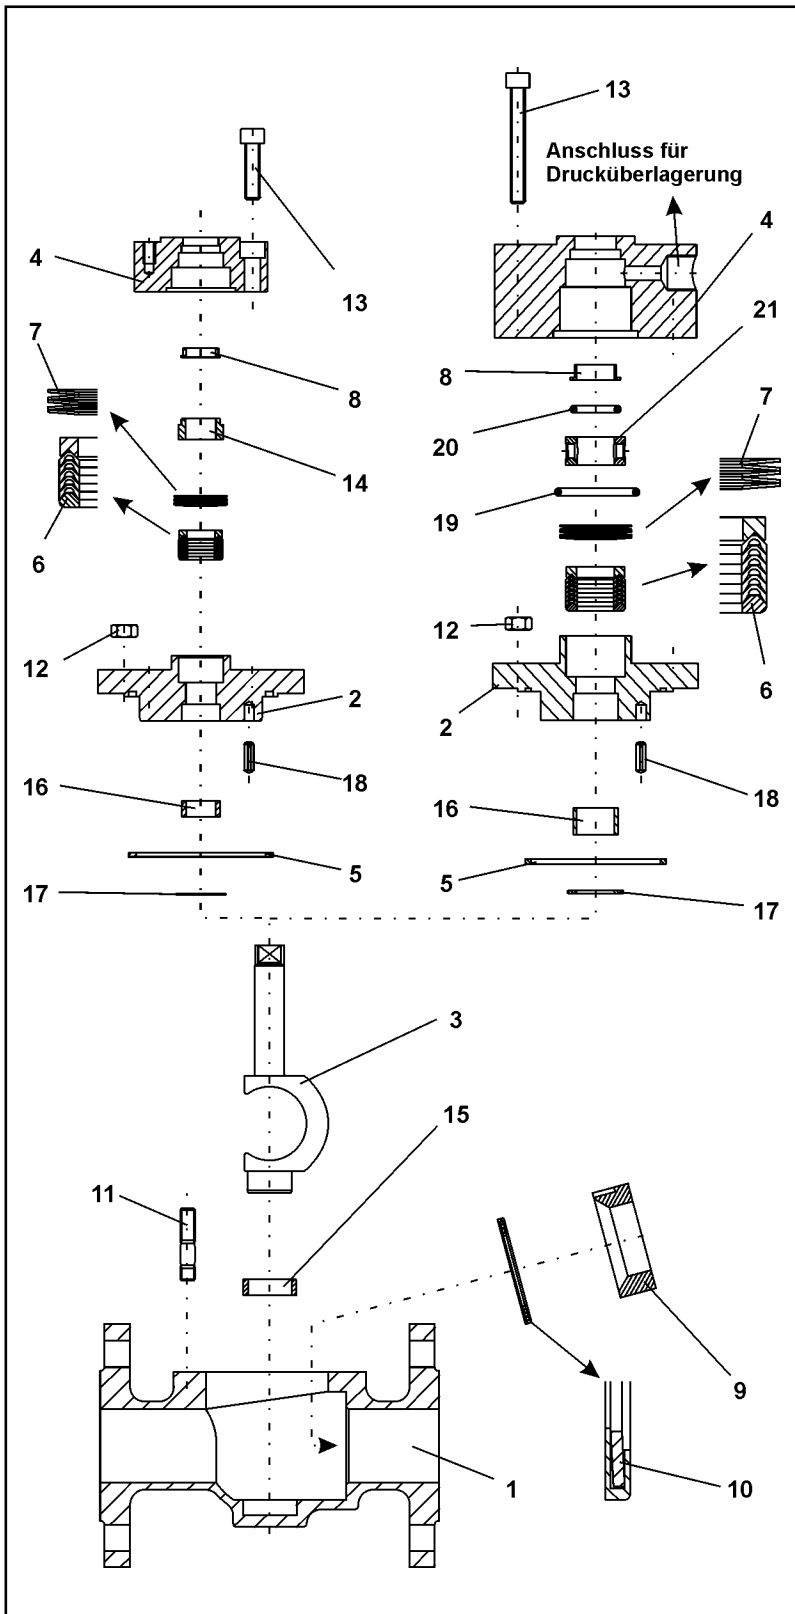

Bild 3 - Explosionszeichnung des Drehkegelventils BR 23a
**Hinweis:** Die in der Explosionszeichnung ( Bild 3 ) dargestellte Lage und Anordnung der Einzelteile ist bei der Montage einzuhalten.
Die Tellerfeder ( 10 ) wird von oben in das Gehäuse ( 1 ) an die entsprechende Stelle eingelegt. Die Lage der Tellerfeder ist der Explosionszeichnung ( Bild 3 ) zu entnehmen.
Die Dachmanschettenpackung ( 6 ) wird mit einer leicht drehenden Bewegung über den Kugelschaft in die Packungsaufnahme des Deckelflansches ( 2 ) eingelegt. Die Anordnung der Dachmanschettenpackung ist der Explosionszeichnung ( Bild 3 ) zu entnehmen. Anschließend wird der Tellerfedersatz ( 7 ) auf die Dachmanschettenpackung gelegt. Auch die Anordnung des Tellerfedersatzes ist der Explosionszeichnung ( Bild 3 ) zu entnehmen.